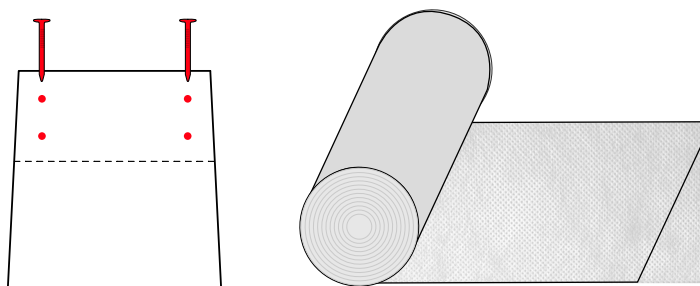
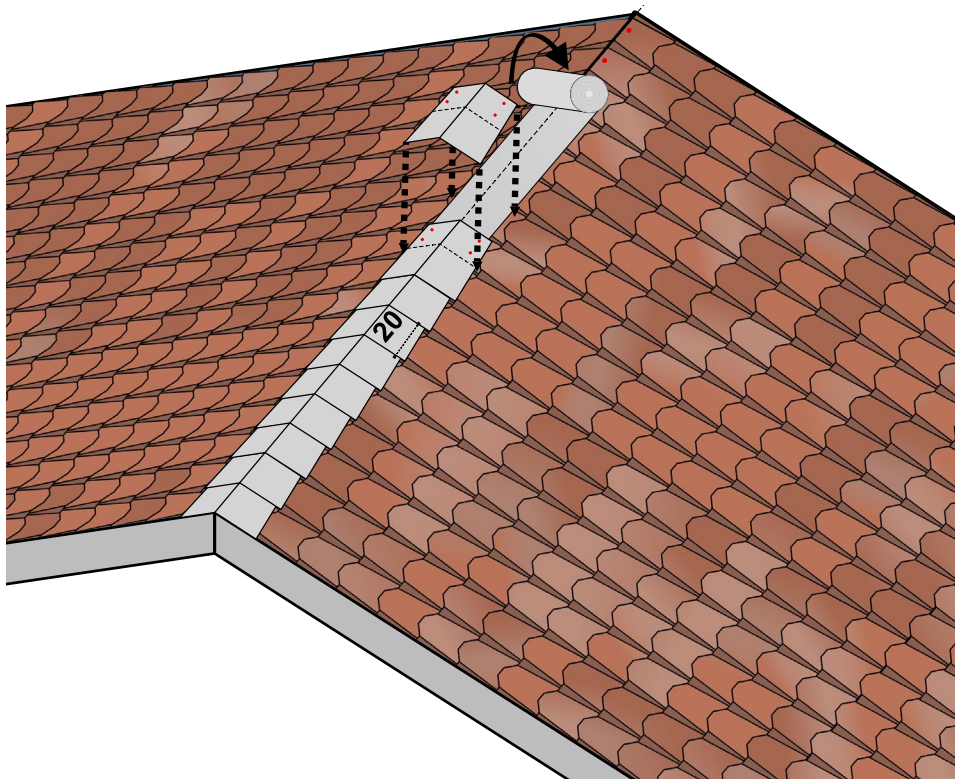
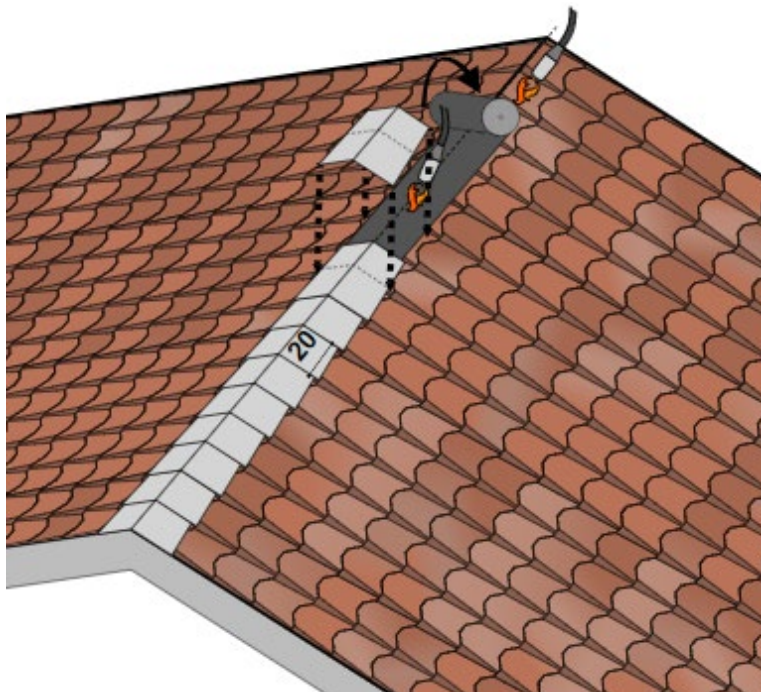

Fig. 14 - Contenuto scatola Colmo Coppo
Fig. 15 - Posa Top Roll Colmo SA ed elementi colmo
Fig. 26 - Installazione elementi colmo a fiamma
- Per l'esecuzione del colmo, prendere la scatola Colmo Coppo ed estrarre il Top Roll Colmo SA e gli elementi colmo, già tagliati e sagomati, in essa contenuti - Fig. 14.
- Posare in mezzera della linea di colmo il Top Roll Colmo SA, rimuovendo dalla parte inferiore del rotolo il film che protegge il nastro butilico. In questo modo si andrà ad impermeabilizzare il colmo stesso in corrispondenza del taglio delle tegole Master Coppo. Togliere la pellicola protettiva dal retro degli elementi colmo. Fissare gli elementi colmo sopra al Top Roll Colmo SA con 4 chiodi da almeno 40mm di lunghezza, due chiodi per ogni lato della falda, come da Fig. 14. Lasciare una parte esposta di 20 cm tra un elemento colmo e quello successivo - Fig. 15.
- Ripetere la procedura di posa delle tegole canadesi per file, fino alla completa copertura della falda. Lasciare gli ultimi centimetri di membrana bituminosa esposta, tagliando la parte superiore dell'ultima fila di tegole, Fig. 26.
- Per l'esecuzione del colmo, prendere la scatola Colmo Coppo gli elementi colmo, già tagliati e sagomati, in essa contenuti - Fig. 14. Attenzione, in questo caso il rotolo di Top Roll Colmo SA non sarà da utilizzare. Applicare invece sul colmo una fascia di membrana bituminosa Safety EPP a fiamma - Fig. 26.
- Procedere con la posa degli altri elementi colmo in sequenza, lasciando una parte esposta di 20 cm tra un elemento e quello successivo, vedi Fig. 26.